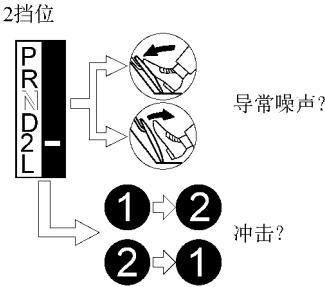

图 11-33 检查是否有异常噪声或冲击
(3) 在加速或减速时是否有异常噪声，在挂高挡或换挡时是否冲击，如图 11-33 所示。